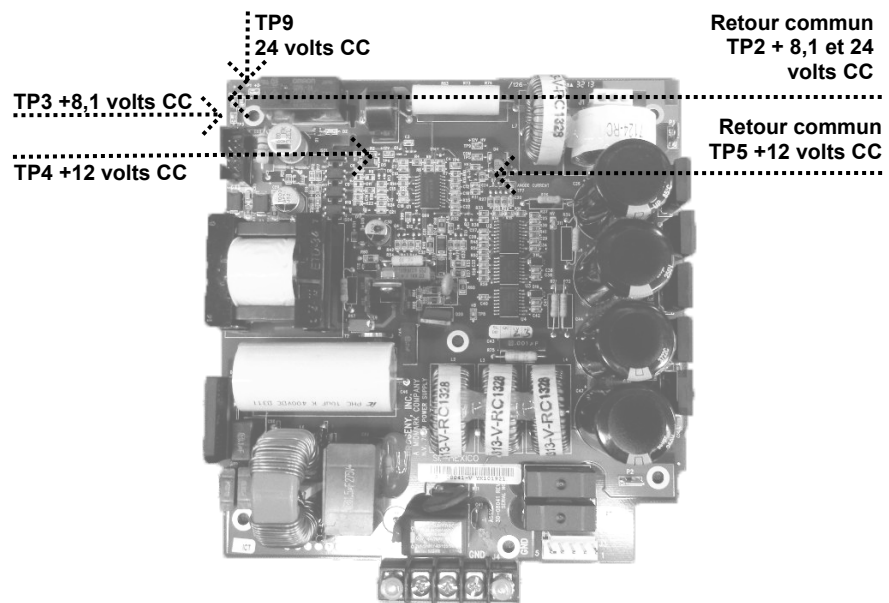

Figure 61
2. Sur la carte d'alimentation, utilisez TP2 comme point de test courant pour vérifier TP1 +24 VCC et TP3 8,1 VCC. Utilisez ensuite TP5 comme retour commun pour vérifier la présence d'une tension de +12 VCC au niveau de TP4, comme illustré à la *Figure 61*. Si l'une de ces tensions manque, remplacez la carte d'alimentation. Si ces tensions sont correctes, vérifiez ensuite les tensions de la carte logique.